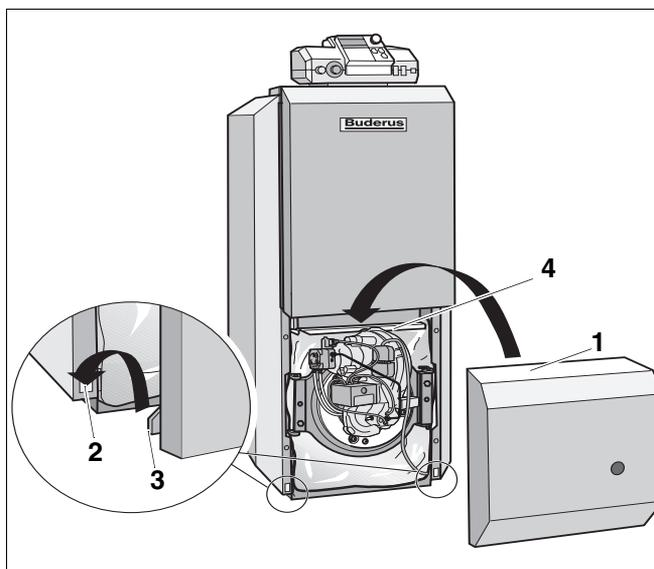

Abb. 41 Brennerhaube montieren
- Brennerhaube (Abb. 41, **Pos. 1**) auf die vordere Traverse (Abb. 41, **Pos. 4**) hängen.
- Haken der Brennerhaube (Abb. 41, **Pos. 3**) in die Schlitze der Seitenwände (Abb. 41, **Pos. 2**) einhängen.